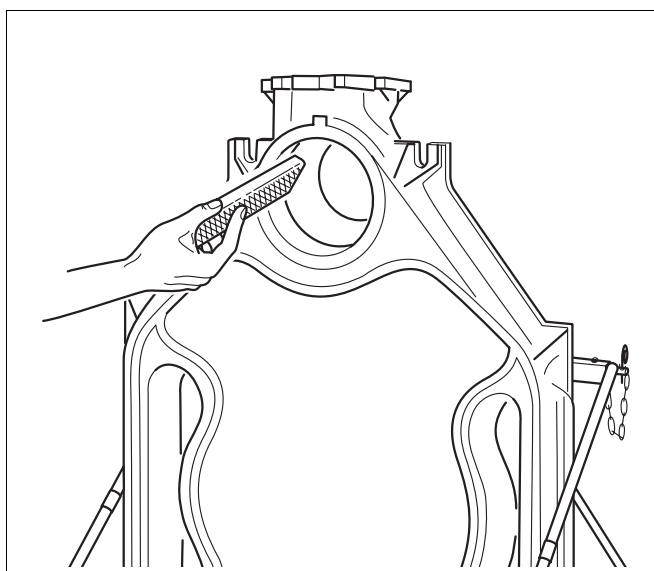

Fig. 12 Limatura della bava
- ▶ Limare eventuali bavature presenti sui mozzi (fig. 12).
- ▶ Limare eventuali bavature presenti sui mozzi (vedere fig. 12, pag. 18).